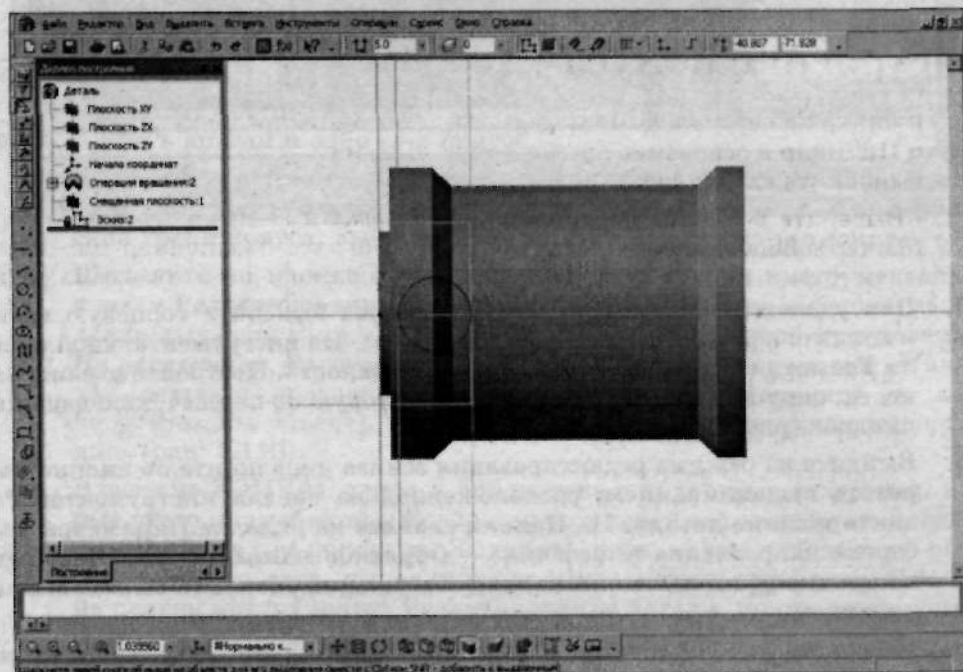

Рис. 2.107. Создание эскиза конуса
3. Выберите в **Дереве построения** заголовок **Смещенная плоскость** и войдите в режим редактирования эскиза нажатием кнопки (Эскиз). Выберите ориентацию **Нормально к...** и постройте вспомогательные прямые: вертикальную и горизонтальную (привяжите их к началу координат), две прямые, параллельные вертикальной прямой постройте на расстояниях **5 мм** и **25 мм** соответственно. Далее щелкните по кнопке **Окружность по 2 точкам**, расположенной на панели инструментов **Геометрия**, и постройте окружность, привязав ее к пересечениям параллельных прямых и горизонтальной прямой (рис. 2.107).